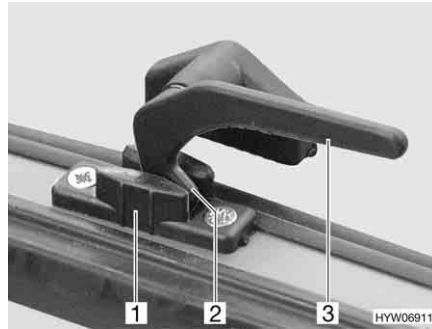

Fig. 93 Palanca de bloqueo en la posición de "ventilación continua"
- En la posición "ventilación continua" (Fig. 93)
- Girar todas las palancas de bloqueo (Fig. 93,3) un cuarto de vuelta hacia el centro de la claraboya.
- Girar de nuevo hacia atrás las palancas de bloqueo. El saliente de bloqueo (Fig. 93,2) se ha de introducir para ello en el rebaje del bloqueo de la claraboya (Fig. 93,1).